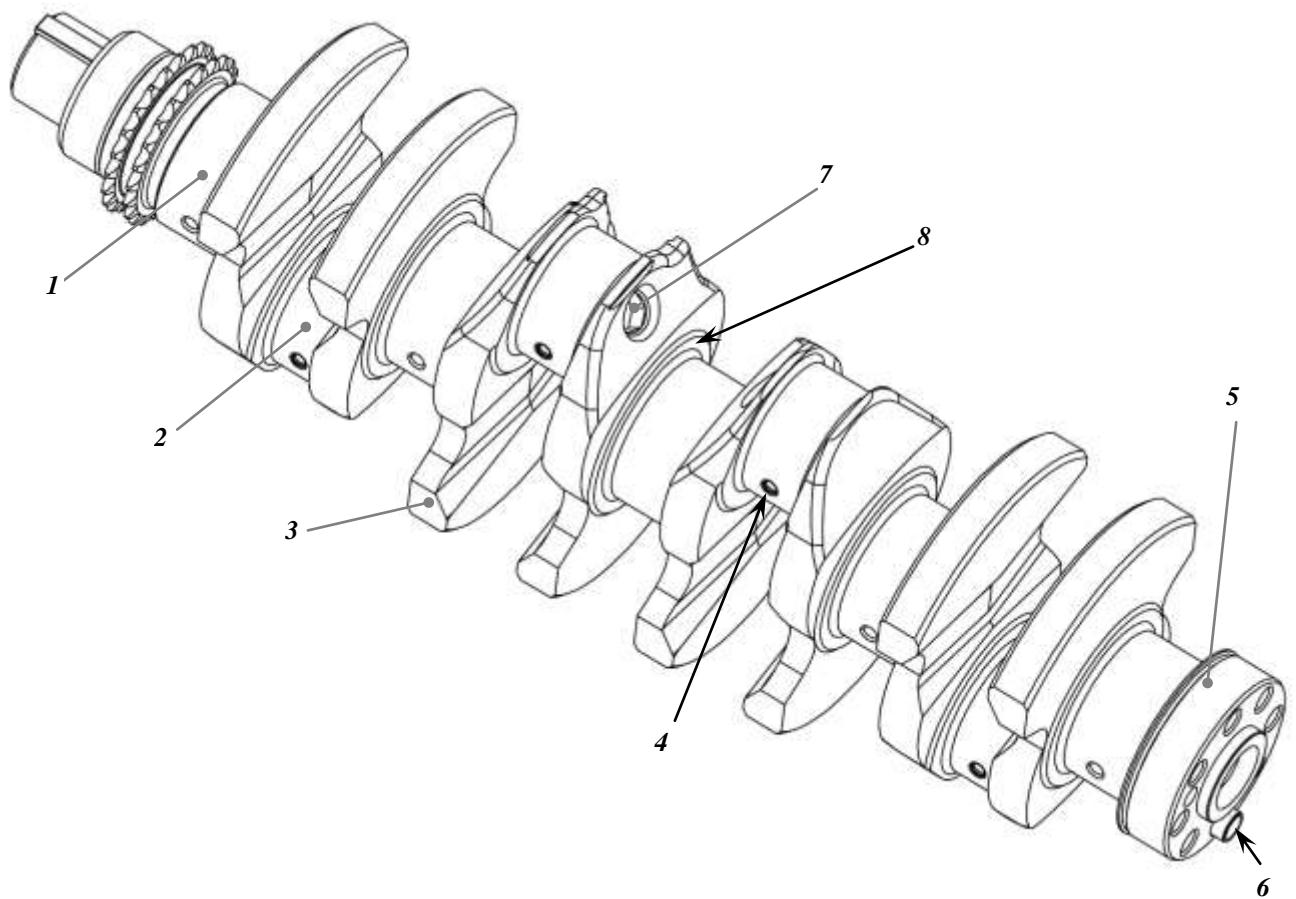

Рис. 17. Вал коленчатый в сборе с пробками, установочным штифтом и звездочкой:
**Коленчатый вал** (рис. 17) – кованый из легированной хромом, молибденом и ванадием высококачественной стали 42ХМФА, пятипорный, имеет для разгрузки опор восемь противовесов. Износостойкость рабочих поверхностей шеек коленчатого вала обеспечивается газовым азотированием. Диаметры коренных шеек  $\varnothing 62_{-0,049}^{+0,035}$  мм, шатунных  $\varnothing 56_{-0,039}^{+0,025}$  мм. Ширина шатунных шеек  $30^{+0,1}$  мм, коренных  $34^{+0,3}$  мм, средней коренной  $34^{+0,05}$  мм. Масса коленчатого вала 25 кг.